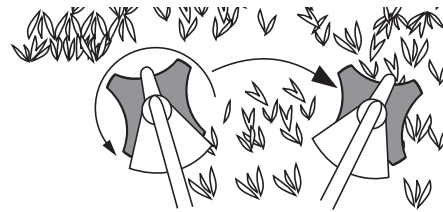

Fig. 29
- Balancez l'appareil de gauche à droite tout en pénétrant dans la zone à couper (Fig. 29).